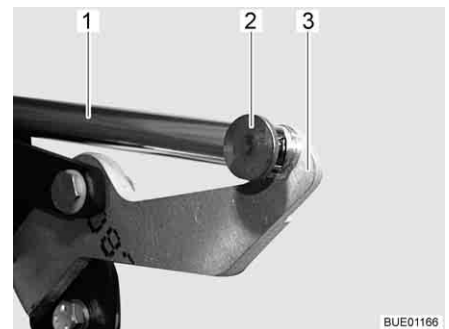

Fig. 103 Azionamento
- Rimuovere il collegamento (p. es. perno e spina a molla) (Fig. 103,2) tra la biella (Fig. 103,1) e la leva (Fig. 103,3).